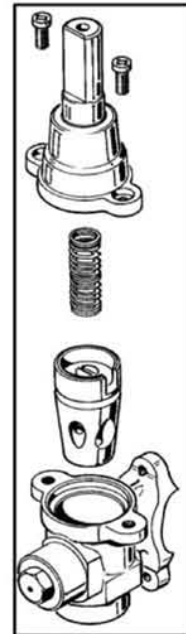

Рис.10
- 1) Разберите основную часть крана, выкрутив два винта, находящихся на его корпусе. (Рис. 10)